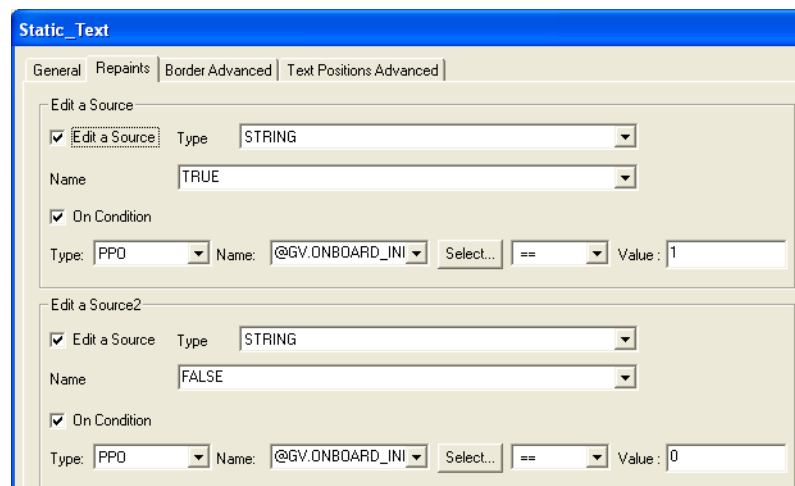

Bild 4-6 Darstellungen durch das Textfeld
- Wählen Sie alle anderen Einstellungen wie in Bild 4-6 dargestellt.